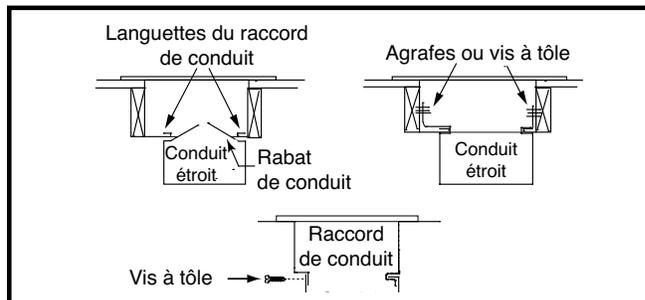

Figure 13. Conduits étroits
4. Pliez les languettes inférieures du raccord de conduit vers le haut et serrez-les le plus possible contre le conduit d'alimentation en air. Voyez la Figure 13 \(page 9\).